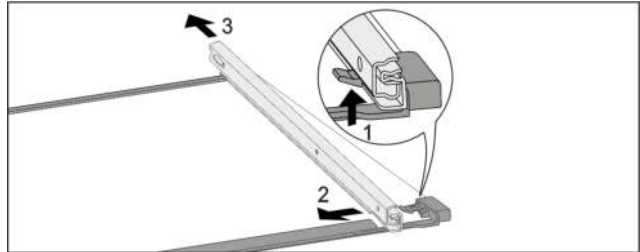

Fig. 113 Glasplatte mit Schienen
- ▶ Vorderen Rasthaken nach oben drücken. Fig. 113 (1)
- ▶ Auszugsschiene zur Seite Fig. 113 (2) und nach hinten Fig. 113 (3) wegschieben.